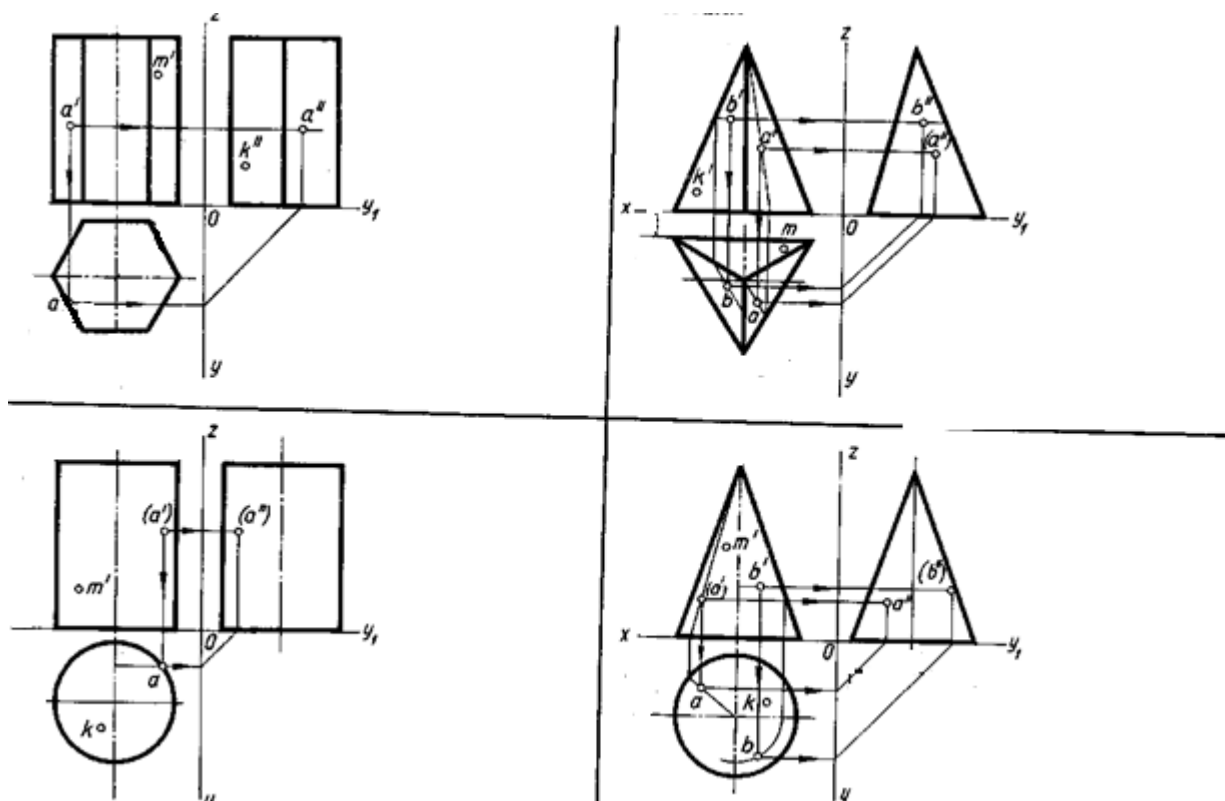

Рисунок 4 - Проецирование геометрических тел
- любой многогранник состоит из плоских фигур (граней), отрезков прямых (ребер) и точек (вершин). На чертеже (рис. 4) многогранники изображают проекциями их вершин и ребер ;
- на чертежах цилиндра и конуса ,фронтальные (V) и профильные(W) их проекции изображены , так называемыми , очерковым и образующими